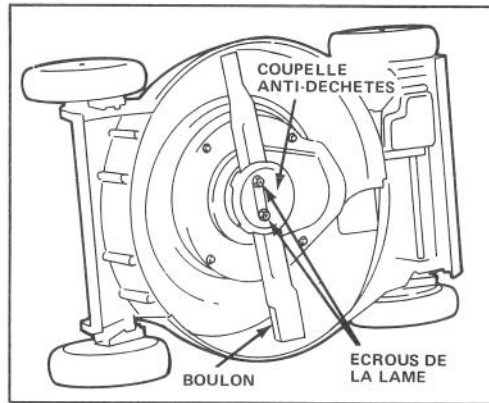

Figure 18
3. Faites basculer la tondeuse sur son côté droit (Fig. 18). Evitez de tourner la lame. Des problèmes de démarrage peuvent en résulter.
5. **RETRAIT DE LA LAME** – Saisissez l'extrémité de la lame en vous servant d'un chiffon ou d'un gant bien rembourré. Retirez les écrous de lame, la coupelle anti-débris, la lame, l'entretoise de lame et le filtre rotatif (Fig. 18 et 20).